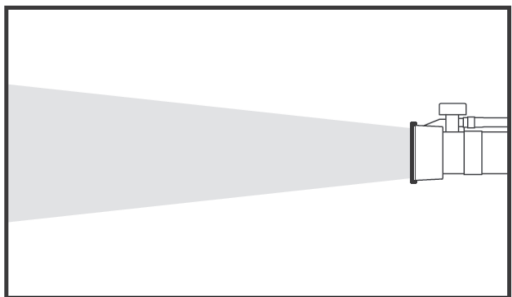

Рис. 30
• Если решетки не используются, то струя (Рис. 30) обеспечивает максимальную дальность опрыскивания. Применяется для обработки высоких растений и поверхностей и максимального проникновения в глубину растительного покрова.